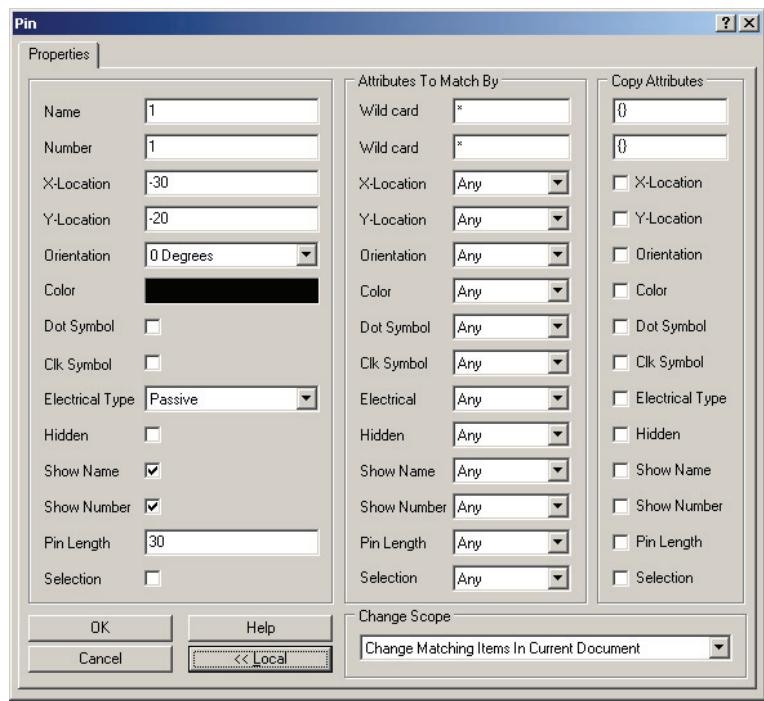

图 3-72 引脚全局属性对话框
- “Global” 按钮：单击此按钮，可进入全局属性对话框，如图 3-72 所示。